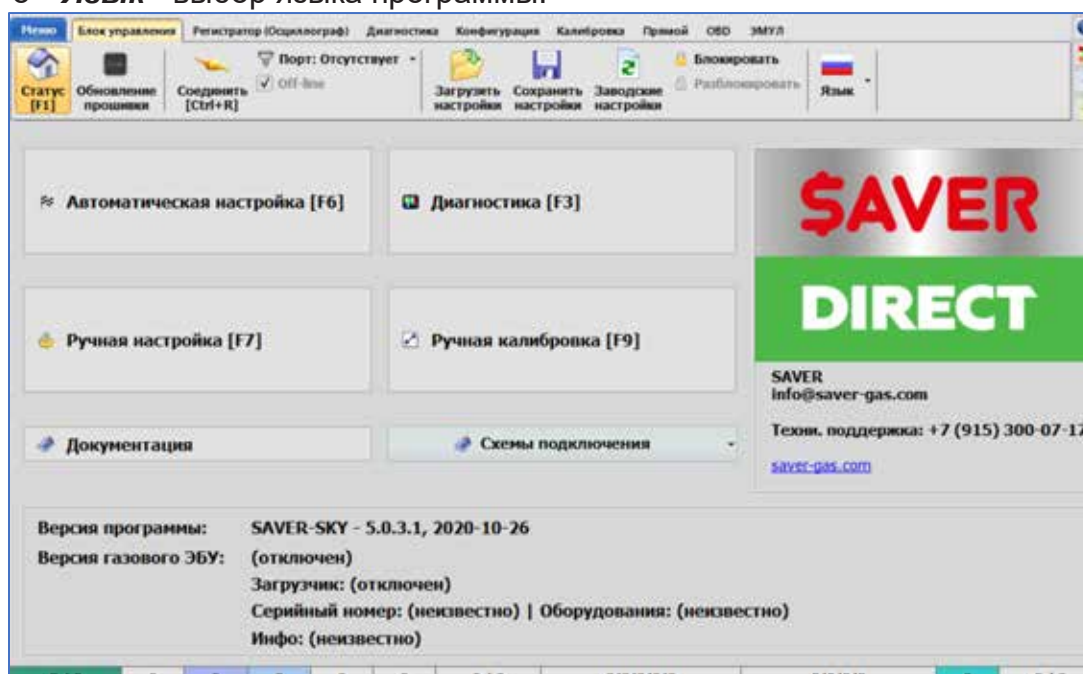

Рис. 2.23 Страница состояния
- **Состояние [F1]** – отображается после запуска программы, показывает текущее состояние контроллера и программы: версия программного обеспечения, версия аппаратного обеспечения, серийный номер и сочетания клавиш для наиболее важных функций (**Рис. 2.23**).